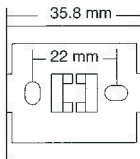

Bild. 1
- Wandmontage-set: bestehend aus AP-Monta-geplatte (Bild 1) und Klemmenabdeckungen (IP 30)